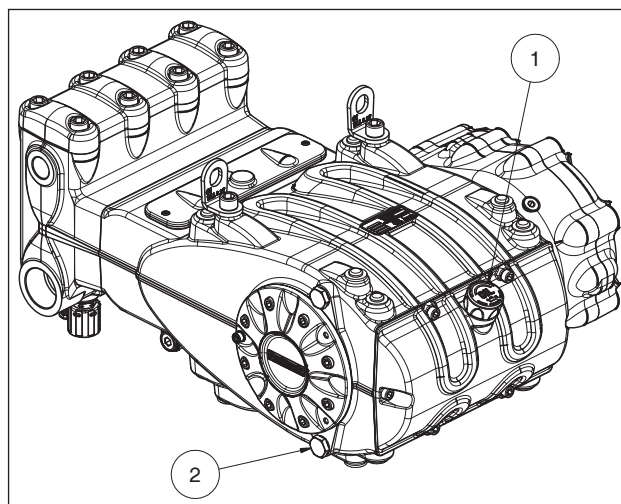

Рис. 3
Проверьте уровень масла с помощью специальной пробки с маслоизмерительным щупом, на котором есть метки минимального и максимального уровня ①, Рис. 3. При необходимости долейте нужное количество. Правильный контроль уровня масла производится, когда температура насоса равна температуре окружающей среды. Замену масла выполняйте, когда насос нагреется до рабочей температуры; для этого снимите пробку поз. ②, Рис. 3. Масло необходимо проверять и заменять, как указано в разделе 11. Необходимое количество составляет ~9 литров для насоса с редуктором и ~7,5 литров для насоса без редуктора.
Подготовьте установку таким образом, чтобы во время работы насоса температура масла ни в коем случае не превышала **115 °C (239 °F)**. Пользуйтесь температурным зондом, вставляемым в маслосливную пробку, поз. ② Рис. 3. См. руководство "ВЗРЫВОЗАЩИТА АТЕХ". **ВНИМАНИЕ!** Используйте масла с температурой воспламенения выше 200°C.